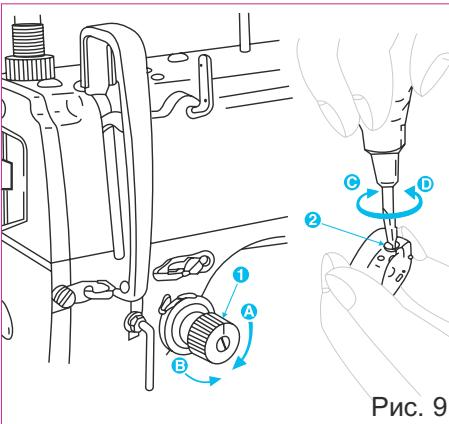

Рис. 9
1. Отрегулируйте натяжение игольной нитки с помощью регулировочной гайки (1) рис.9, в соответствие со спецификой шитья.
- 2). При повороте гайки (1) по часовой стрелке (в направлении А) натяжение игольной нитки увеличится.
- 3). При повороте гайки (1) против часовой стрелки (в направлении В) натяжение игольной нитки уменьшится.